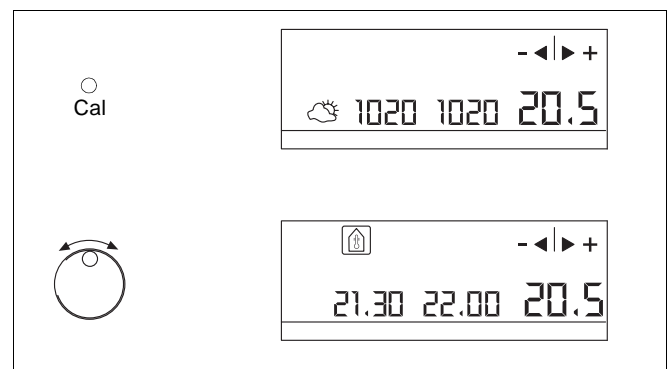

Abb. 33 Raumtemperaturfühler abgleichen
- Links erscheint der aktuelle Messwert (Abb. 33) und rechts blinkend der Wert, den Sie einstellen wollen.